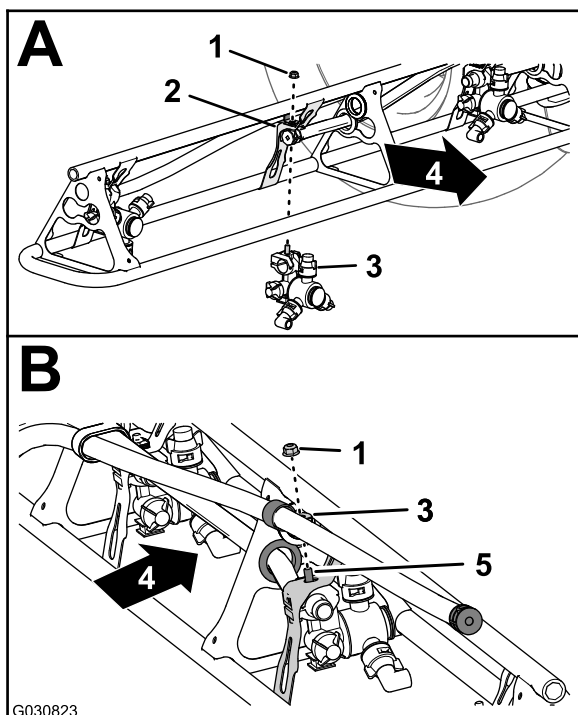

Figure 132
- Fixez les buses 1 et 4 à leur support (A de Figure 132) à l'aide du contre-écrou à embase (5/16") que vous avez retiré à l'opération 2 de Dépose des buses des sections de pulvérisation extérieures (page 57)).
- À l'emplacement des buses 2 et 3, fixez la buse à son support (A et B de Figure 132) à l'aide du contre-écrou à embase (5/16") que vous avez retiré à l'opération 2 de Dépose